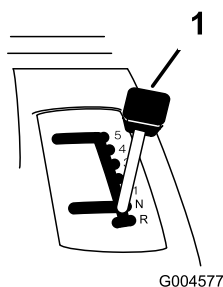

Figura 12
3. Spostate la leva della velocità di trasferimento in posizione di Folle (Figura 12).